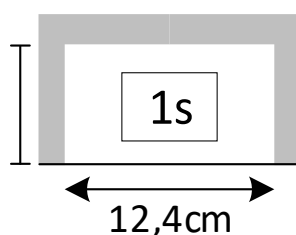

Figura 3: Diagrama da trave usada no desafio 1
- 1.3.6. O Primeiro desafio consiste em controlar a primeira rampa de maneira que a bola entre dentro de uma trave com as dimensões descritas na **Figura 3**. No caso em que o robô acertar a bola dentro da trave, receberá uma bonificação de 1 segundo no tempo final. Caso a bola não entre na trave, a equipe não recebe bonificação.